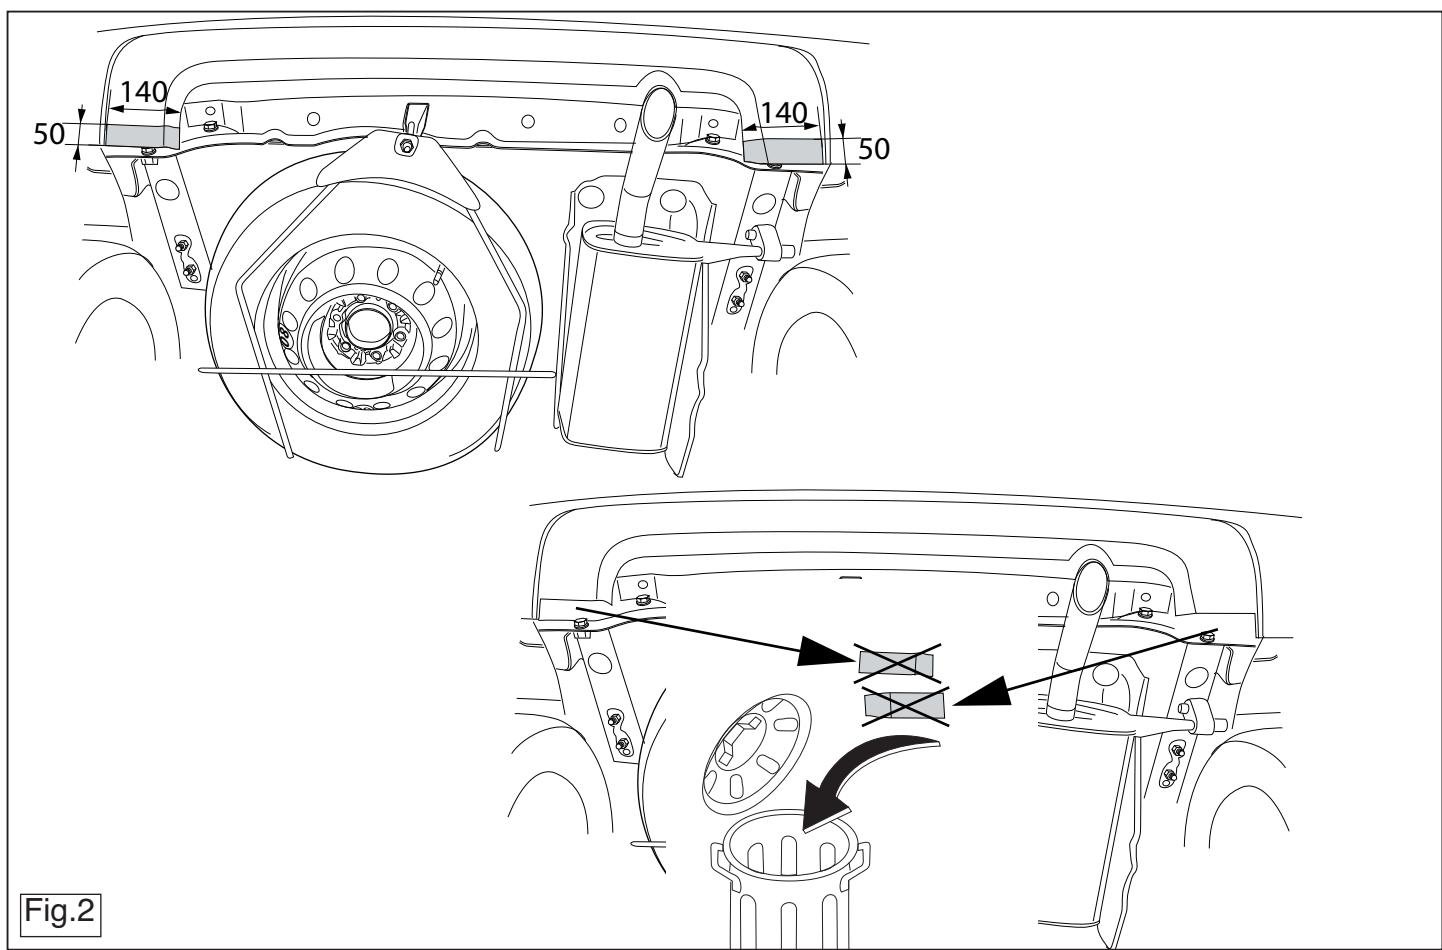

Fig.2
4. Saw out the portions A and attach them at points F and G, then fit the whole fitting finger-tight. See figure 2.
4. Gemäß Abb. 2 die angegebenen Teile heraussägen.
4. Scier les parties indiquées conformément à la figure 2.
4. Выпилить обозначенные части, как указано на рис. 2.